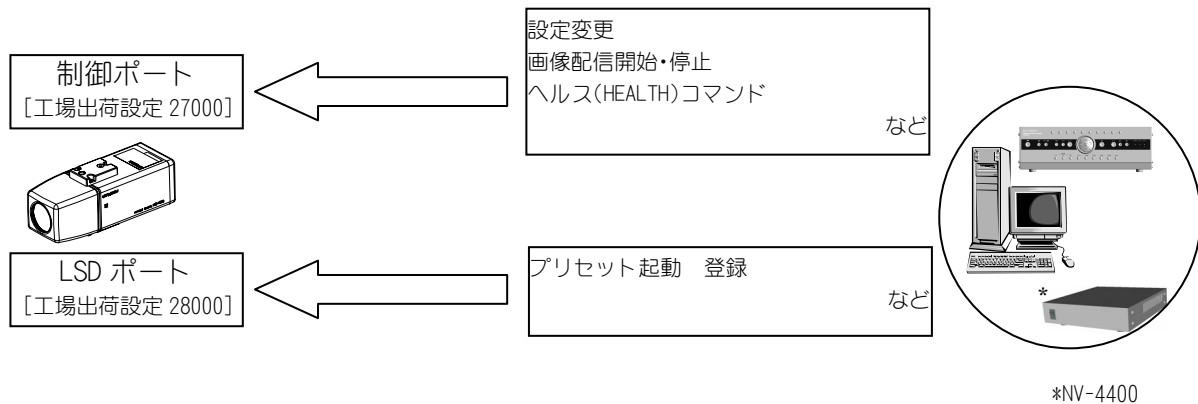

図 9-3 IP アドレス 制御ポート LSD ポートについて
- (1) IP アドレスは、ネットワーク上で各機器を識別するためのアドレスです。
- (2) 制御ポートは、図 9-3に示す様に、主にネットワーク・画像・シリアルに関する設定・制御を行なうためのポートです。カメラ設定ツールからの設定変更の他、画像配信の開始・停止、ヘルス (HEALTH) コマンドも制御ポートを使って行ないます。
- (3) LSD ポートは、図 9-3に示す様に、主にカメラ制御を行なうためのポートです。
- (4) 制御ポート番号、LSD ポート番号は、1024～65535 の範囲で設定できます。ただし制御ポート番号と LSD ポート番号が同じ値にならないように設定してください。